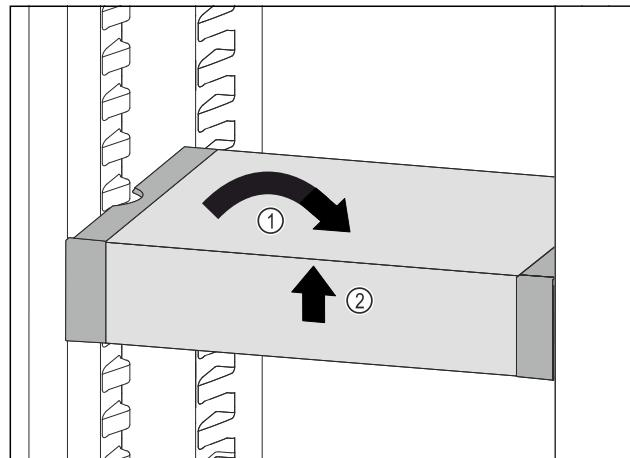

Fig. 79
- Установите VarioSafe прямо. Fig. 79 (1)
- Приподнимите VarioSafe спереди. Fig. 79 (2)